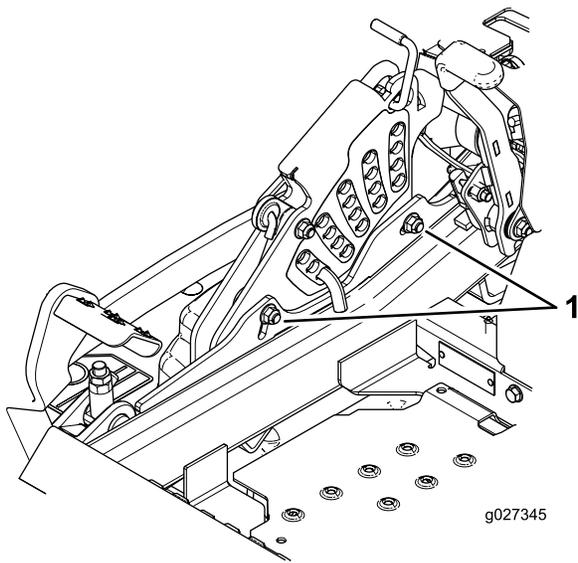

Bild 109
11. Zum Einstellen der zentralen Einstellung lösen Sie die zwei Schrauben unten an der Schnitthöhenplatte (Bild 109).
13. Ziehen Sie die zwei Schrauben unten an der Schnitthöhenplatte an (**Bild 109**).